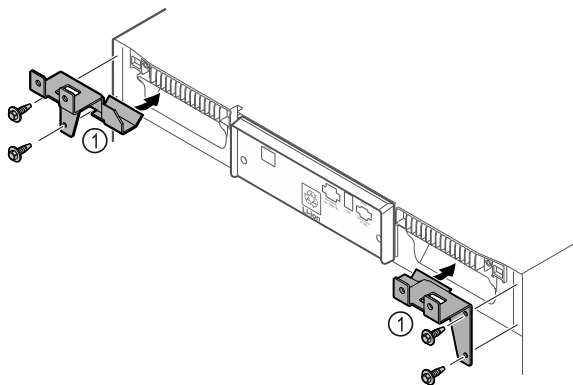

Fig. 11
- Montoni në pajisje pjesët mbajtëse Fig. 11 (1) me vidat vetëfiletuese.